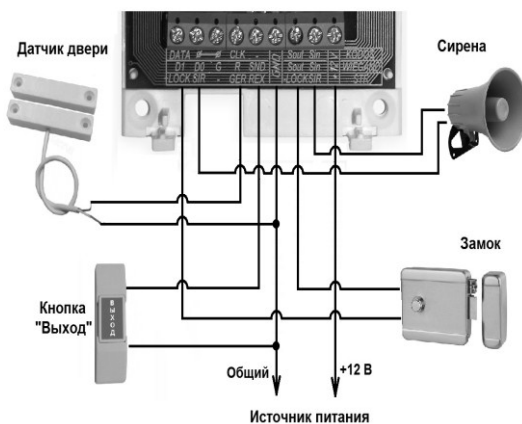

Рисунок 5 – Подключение контроллера
- Управление замком (рисунок 5) осуществляется подачей или снятием напряжения 12 В на время открытия замка. При этом одновременный (более 2 с) ток нагрузки на управляющем выходе LOCK контроллера не должен превышать 1,5 А.